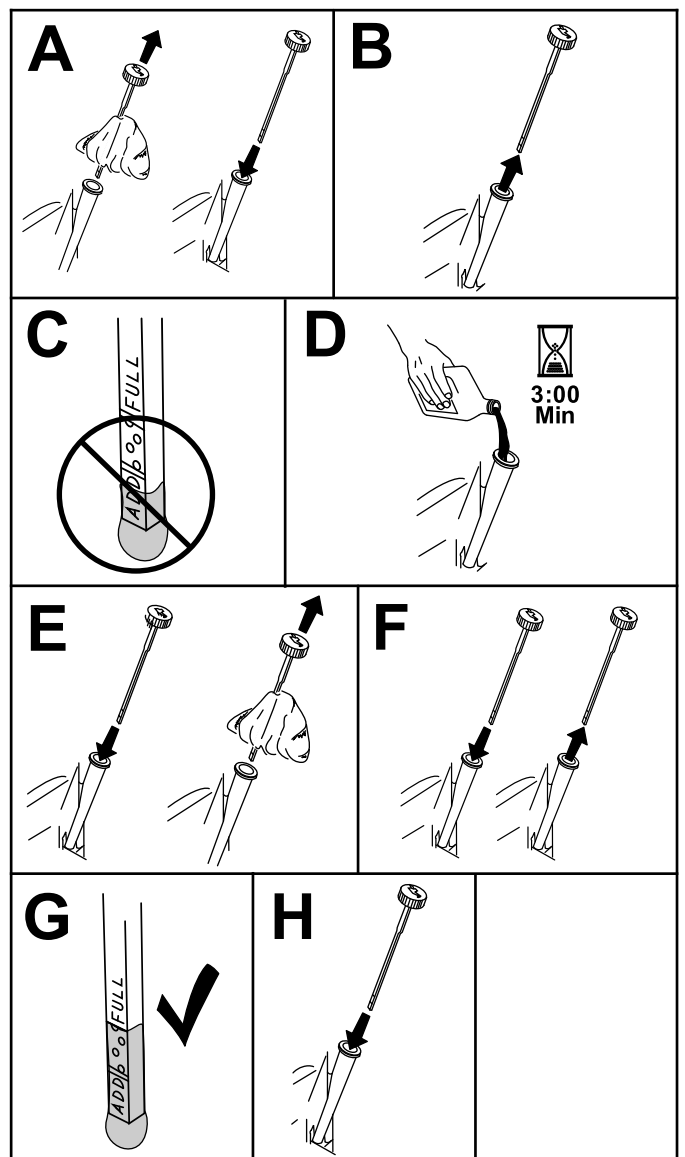

Figura 37
3. Para que no entre suciedad, recortes de hierba, etc., en el motor, limpie la zona alrededor del tapón de llenado/varilla de aceite antes de retirarlo (Figura 37).